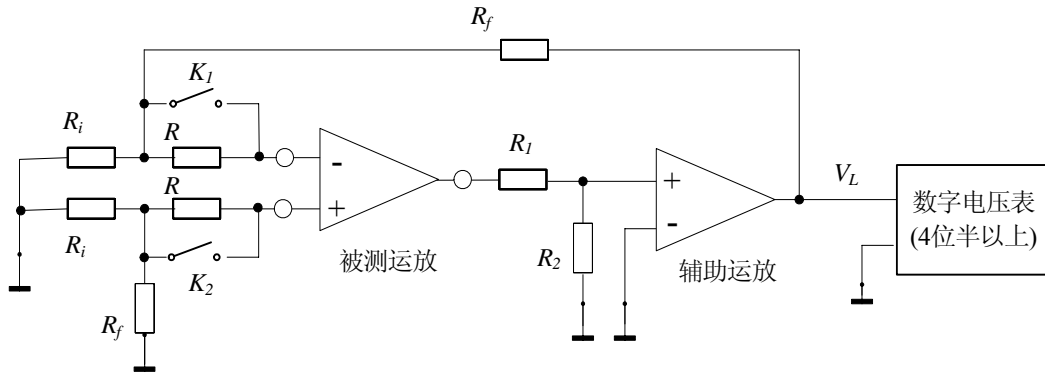
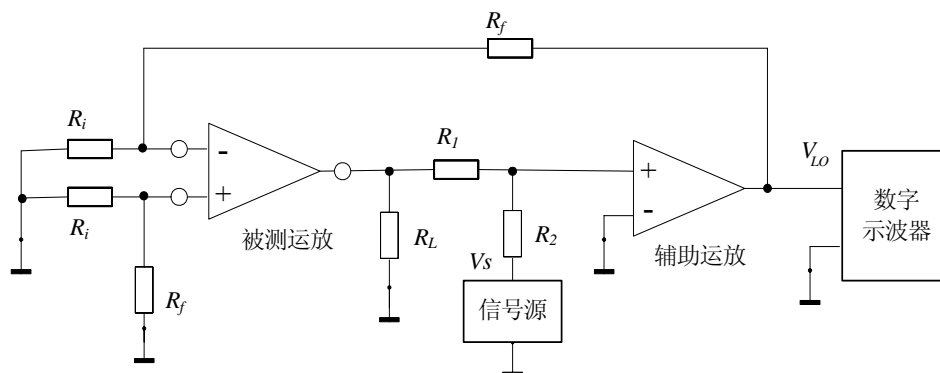
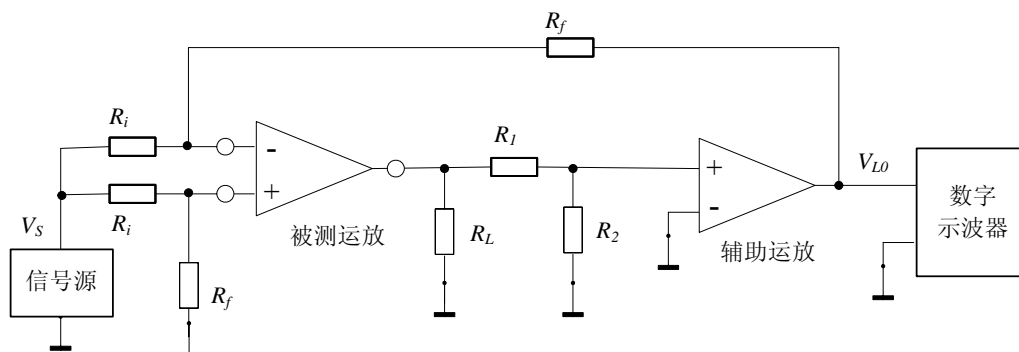

图 2
图 3
图 4
(3) 测试仪中的信号源(自制)用于 A_{VD} 、 K_{CMR} 参数的测量, 要求信号源能输出频率为 $5Hz$ 、输出电压有效值为 $4V$ 的正弦波信号, 频率与电压值误差绝对值均小于 1% ;
(4) 按照本题附录提供的符合GB3442-82 的测试原理图(见图 2~图 4), 再制作一组符合该标准的测试 V_{IO} 、 I_{IO} 、 A_{VD} 和 K_{CMR} 参数的测试电路, 以此测试电路的测试结果作为测试标准, 对制作的运放参数测试仪进行标定。
参照GB3442-82 标准， V_{IO} 、 I_{IO} 、 A_{VD} 和 K_{CMR} 参数的测试原理图分别如图 2、图 3 和图 4 所示。图 3 和图 4 中的信号源可采用现成的信号源。为了保证测试精度，外接测试仪表（信号源和数字电压表）的精度应比自制的运放参数测试仪的精度高一个数量级。
3、建议图 3、4 中使用的信号源输出为正弦波信号，频率为 5Hz、输出电压有效值为 4V。